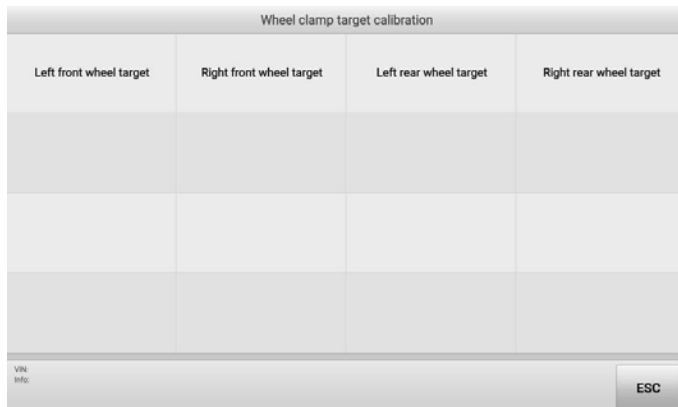

**Abbildung 5-20 Ziel für die Kalibrierung auswählen**
5. Der folgende Bildschirm wird angezeigt. Wählen Sie dann das Ziel aus, das kalibriert werden muss. Wählen Sie z. B. das **linke Vorderradziel** (das gut an der linken vorderen Felgenklemme installiert ist). Siehe Abbildung 5-20 Ziel für die Kalibrierung auswählen.